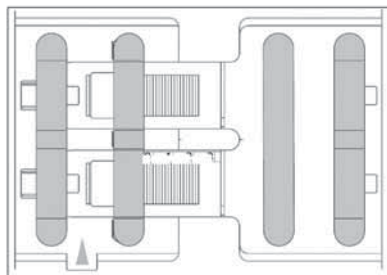

Fig. 3
3. Portare tutti i **MODULI MIDI** in posizione "ZERO" dell'indice posto sulla linguetta (**vedi Fig. 3**).
Align all **MIDI MODULES** to the "ZERO" position of the scale, marked on the spline of each module (see Fig. 3)